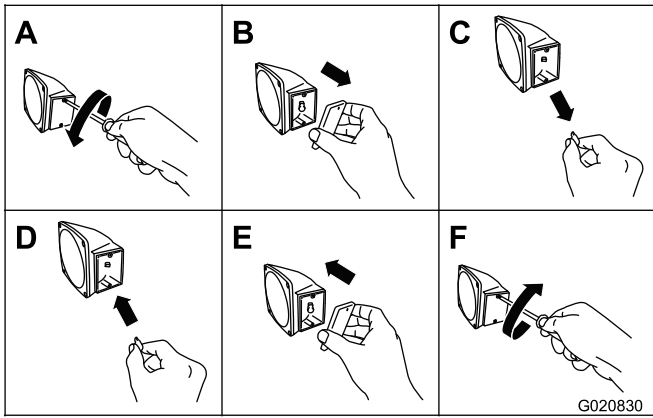

Figura 57
1. Utilice un destornillador para retirar los 2 tornillos de la lente rectangular pequeña del lateral de la luz (Figura 57).
2. Retire la lente (Figura 57).
3. Retire la lámpara del zócalo (Figura 57).
4. Coloque una lámpara 168 nueva en el zócalo (Figura 57).
5. Instale la lente y los 2 tornillos (Figura 57).